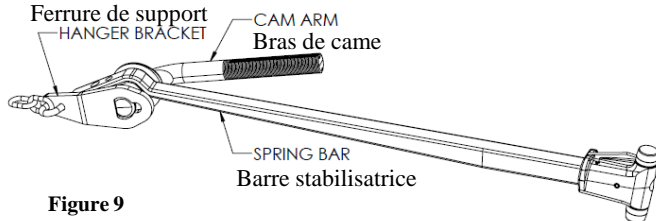
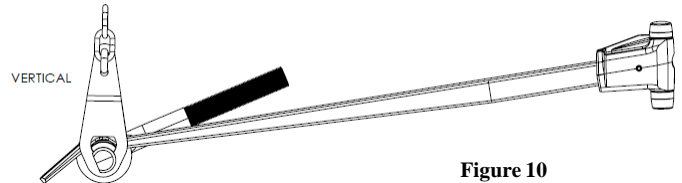

Figure 9
Figure 10
3. Poser la ferrure de support (avec les extrémités des boulons en U orientés vers l'intérieur) et la chaîne sur la came en faisant glisser la fente en forme de poire de la ferrure au-dessus de l'extrémité à boutons du bras de came (figure 9). Faire pivoter la ferrure de support en position verticale et tirer la chaîne de façon qu'elle soit à la verticale vis-à-vis du point d'accrochage de la chaîne sur la ferrure (Figure 10).